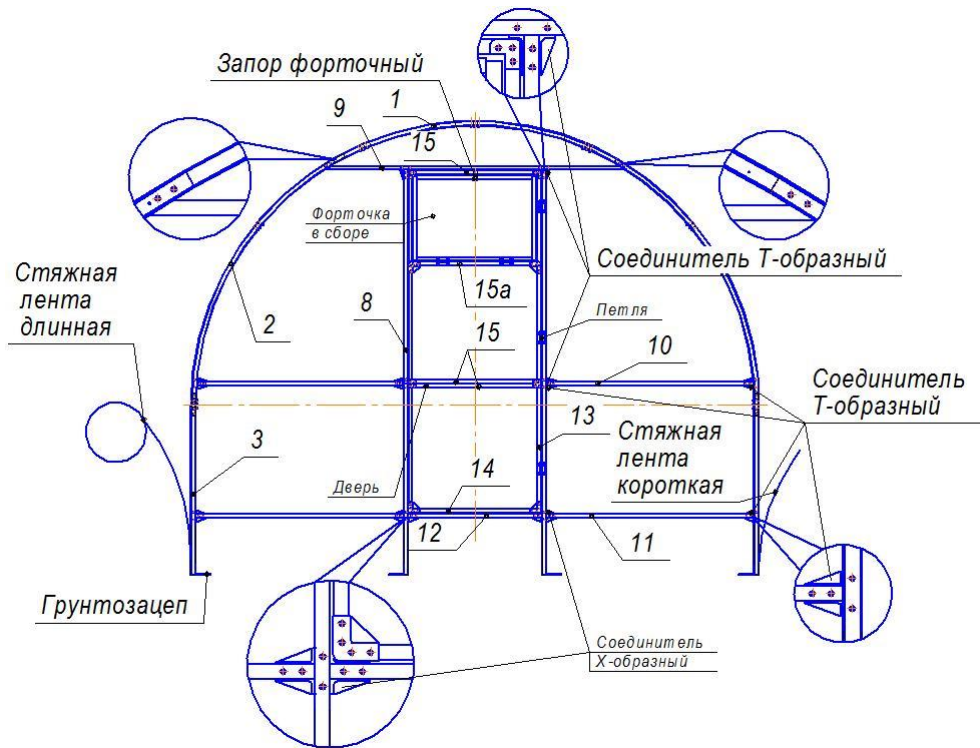

Рис.5 Сборка торцевой арки
Сборку торцевой арки (рис. 5) рекомендуется выполнять на ровной горизонтальной поверхности рядом с местом установки теплицы, при этом арка должна располагаться лицевой (внешней) стороной вниз. Выполняя операции по сборке, гайки до упора не затягивайте.
2.4.1 Предварительно подготовьте все необходимые детали для сборки торцевой арки (Рис. 5).